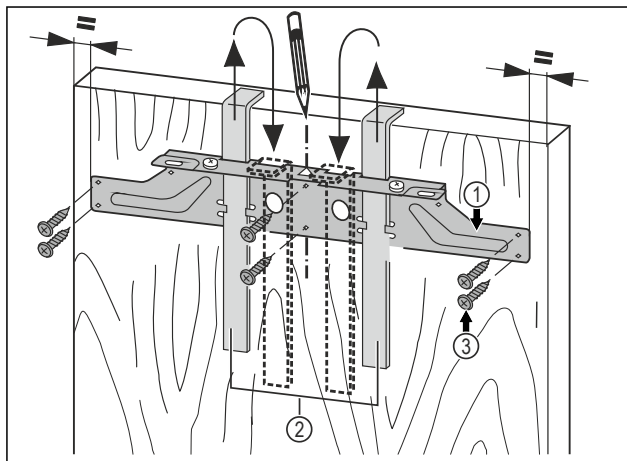

Fig. 44
- Навесьте крепежную поперечину Fig. 44 (1) с монтажными вспомогательными элементами Fig. 44 (2) на внутреннюю сторону мебельной двери.
- Выровняйте крепежную поперечину Fig. 44 (1) по центру на двери.
- Прикрутите крепежную поперечину Fig. 44 (1) по меньшей мере 6 винтами Fig. 44 (3).
- Прикрутите крепежную поперечину Fig. 44 (1) 4 винтами Fig. 44 (3) по краю.
- Вытяните вверх монтажные приспособления Fig. 44 (2) и, развернув, вставьте их в расположенные рядом приемные отверстия.